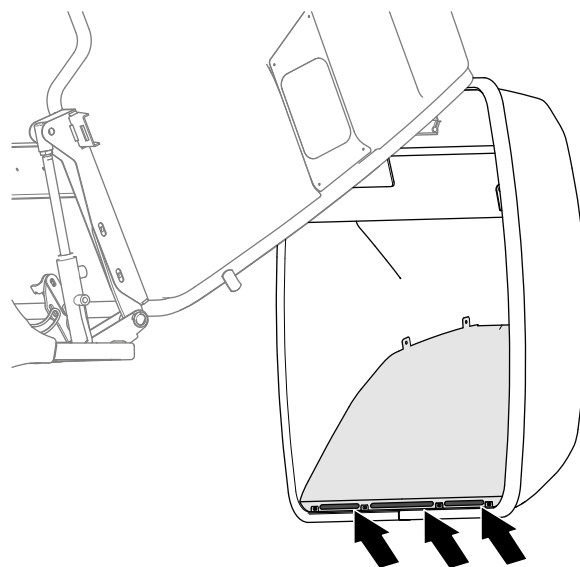

Figura 141
6. Limpie con aire comprimido la hierba y los residuos de las ranuras en la parte inferior de la placa metálica interna de la puerta de la tolva. (Figura 141).